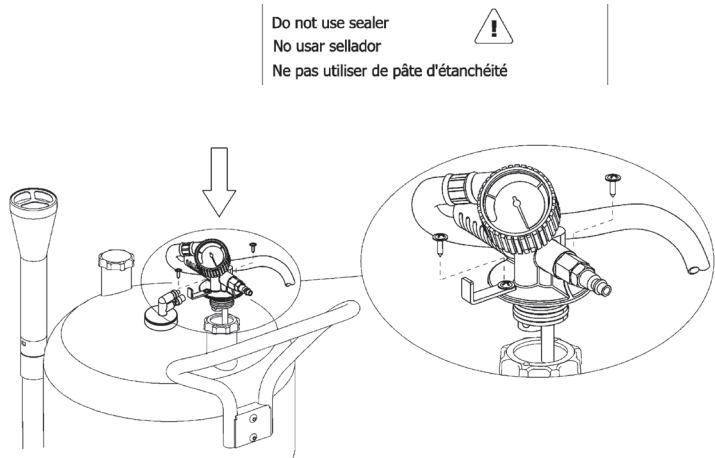

Fig. 3
1. Fasten the handle with the screws (1).
2. Place the probe holder into its support (2).
3. Mount the vacuum pump into its position on the container and fasten it with the supplied screws (figure 3).
1. Monter le guidon et le visser (1).
2. Placer le porte-sondes sur le support qui lui convient (2).
3. Monter la pompe à vide sur le réservoir et la fixer à l'aide des vis fournies (fig. 3).